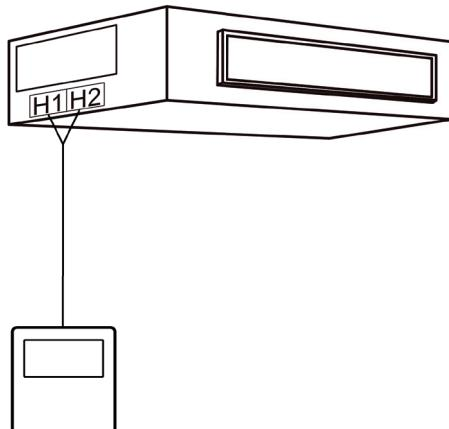

Fig. 5.6
- 1) La Fig. 5.6 mostra l'installazione del Filocomando: